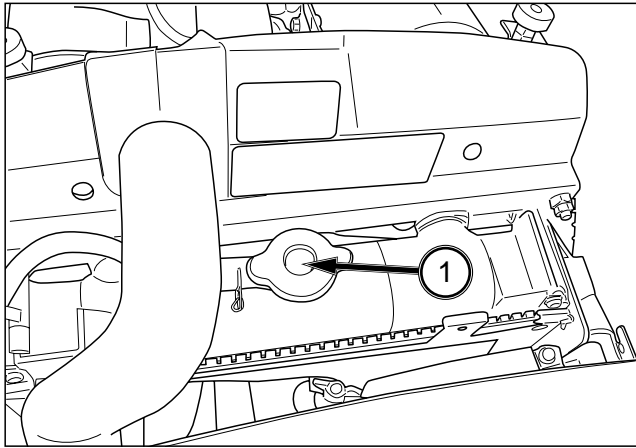

FIG. 5-21
FIG. 5-21 : Le circuit de refroidissement est rempli d'usine d'une solution antigel pour protéger le moteur et le radiateur à -34°C . Le niveau du liquide de refroidissement devra être maintenu à 12mm sous l'ouverture du col de remplissage (1). Vérifiez tous les ans la protection antigel du liquide de refroidissement.